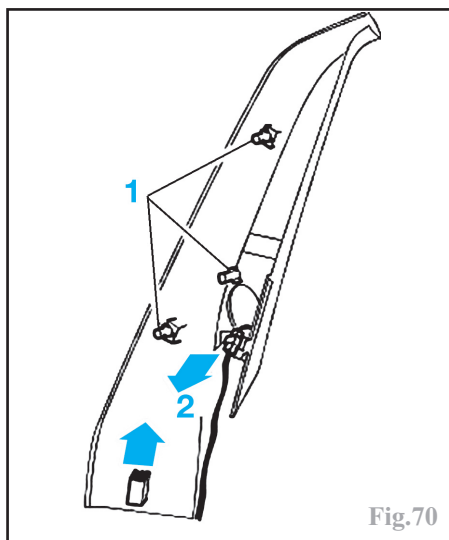

Fig.70
Déposer la garniture de rétroviseur (3 clips : 1) et débrancher le connecteur (2) de H.P (Fig.70)